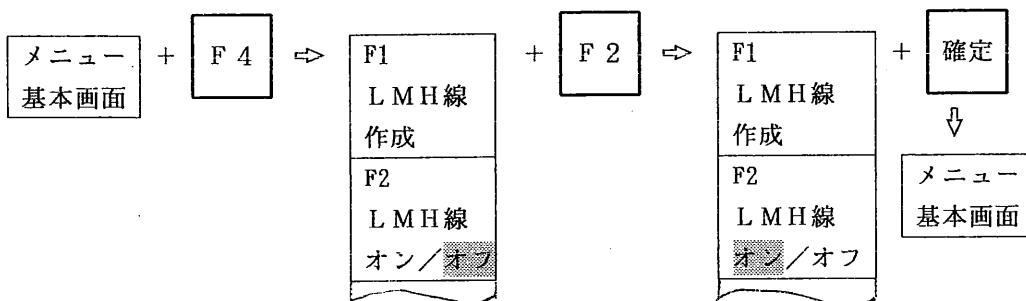

図 9.3.10 LMH 線をオフからオンに変更する方法
(2) ガイダンス表示エリアには [メイン] が表示され、探傷画面上に L M H 線が表示されておらず、探傷条件表示エリアには [L M H 線間隔] が表示されている場合
① L M H 線がオフの状態ですので、図 9.3.10 ように選択キー [F 4] を1回押して選